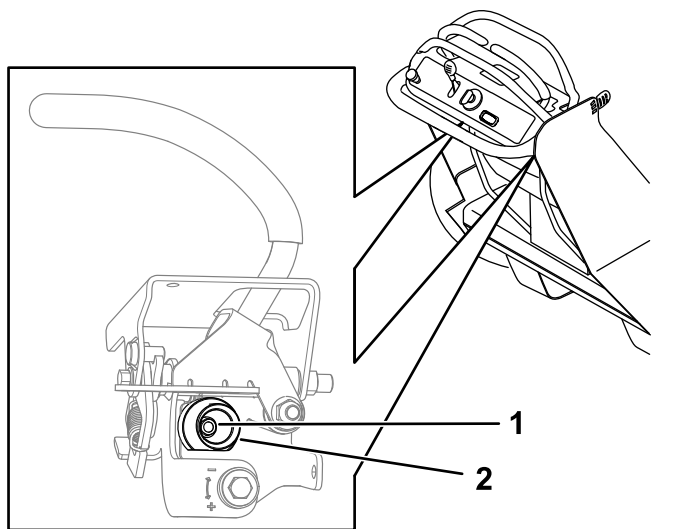

Figura 60
5. Allentate il dado che fissa la camma della leva di comando del movimento che state regolando (Figura 60).
6. Regolate la camma sinché non si allinea con l'altra leva di comando del movimento e serrate il dado della camma (Figura 60).